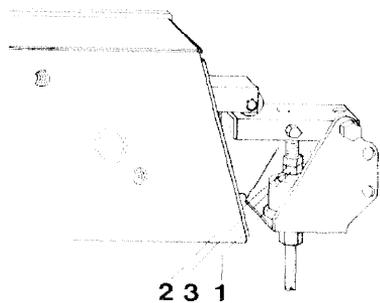

Fig. 55
En el caso de que el cilindro hidráulico (fig. 55/1) no actúe sobre la caja de cambios se deben realizar las regulaciones siguientes:
- Aflojar la contratuerca (fig. 55/2).
- Girar la tuerca (fig. 55/3) a izquierdas hasta que se accione audiblemente la caja de cambios y girar todavía dos vueltas más y fijar.
- Apretar la contratuerca (fig. 55/2).